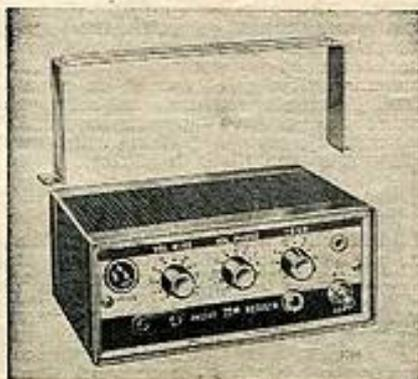

Fig. 14
**GELOSO :** une firme connue et qui s'est fait connaître pour le sérieux et le fini de ses fabrications, tant dans le domaine de l'électricité que de la radio. Il est donc tout à fait normal de la retrouver chaque année afin que l'acheteur puisse profiter des dernières applications de l'électronique (fig. 14).